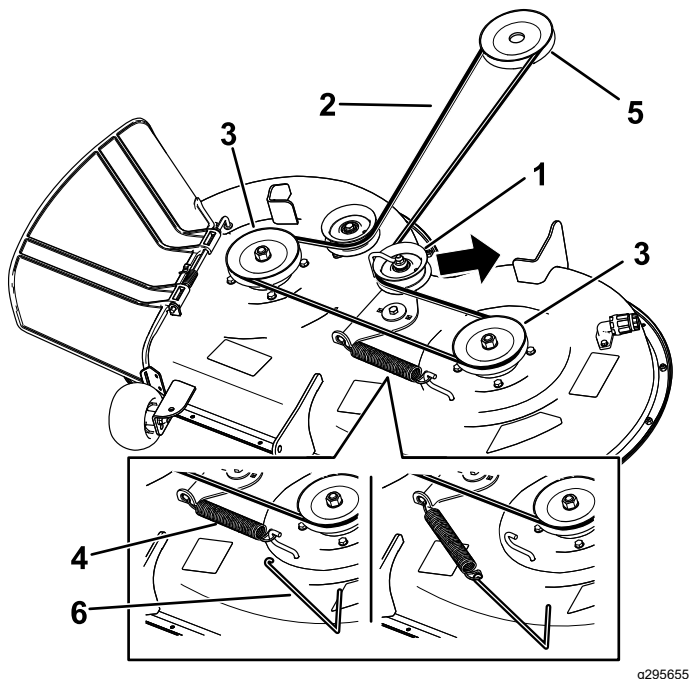

Figura 55
2. Tornillos (3)
6. Con una herramienta para la retirada de muelles (Pieza Toro N° 92-5771), retire el muelle tensor del gancho de la carcasa para eliminar la tensión de la polea tensora y retire la correa de las poleas (Figura 55).
7. Pase la correa nueva alrededor de las poleas del motor y del cortacésped (Figura 55).
8. Con una herramienta para la retirada de muelles (pieza Toro n.º 92-5771), instale el muelle tensor sobre el gancho de la carcasa y tense la polea tensora y la correa del cortacésped (Figura 55).